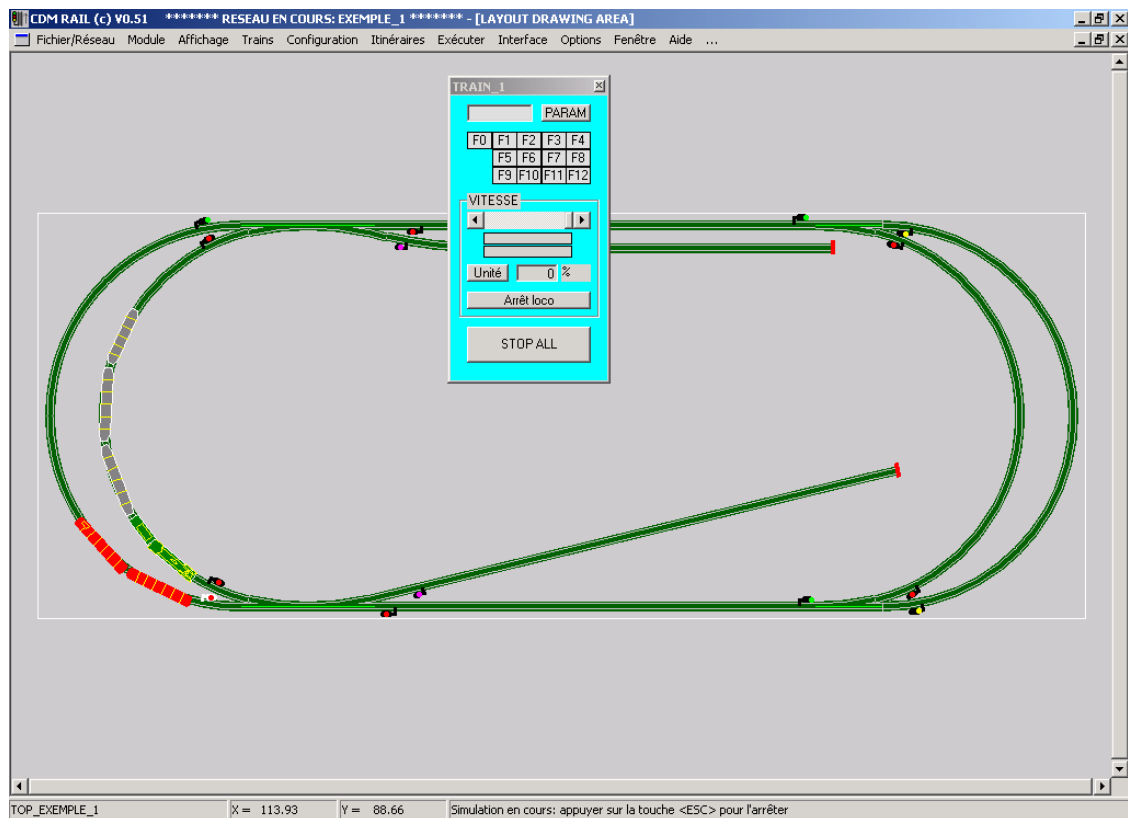

Figure 9-11 Conflit d'accès à l'aiguillage situé en bas à gauche.
- Le train TRAIN_2 part en marche arrière, donc vers la gauche, et dès qu'il atteint le signal qui se trouve en haut à gauche du réseau, le signal suivant (en amont de l'aiguillage en bas à gauche, celui qui bloque le train TRAIN_1), se redessine en blanc, ce qui indique un conflit d'accès. TRAIN_2 continue jusqu'à venir s'arrêter devant ce signal: voir figure 9-11.
Lorsque TRAIN_2 a fait un tour complet, on revient à la situation de la figure 9-11, avec à nouveau TRAIN_2 en attente devant le signal dessiné en blanc.